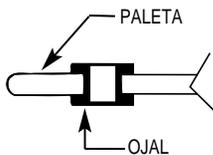

FIGURA 8
A. Inserte primero los ojales de goma en los (3) agujeros de cada paleta de madera. Vea la Figura 8.